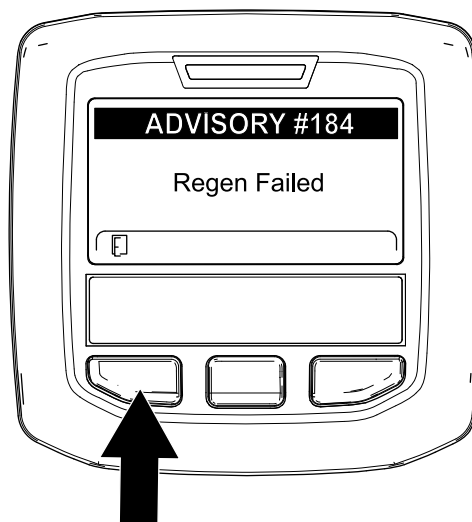

Bild 67
**Hinweis:** Wenn die Regenerierung nicht abgeschlossen wird, wird im InfoCenter „Advisory #184“ (Bild 67) angezeigt. Drücken Sie die linke Taste, um den Homebildschirm anzuzeigen.